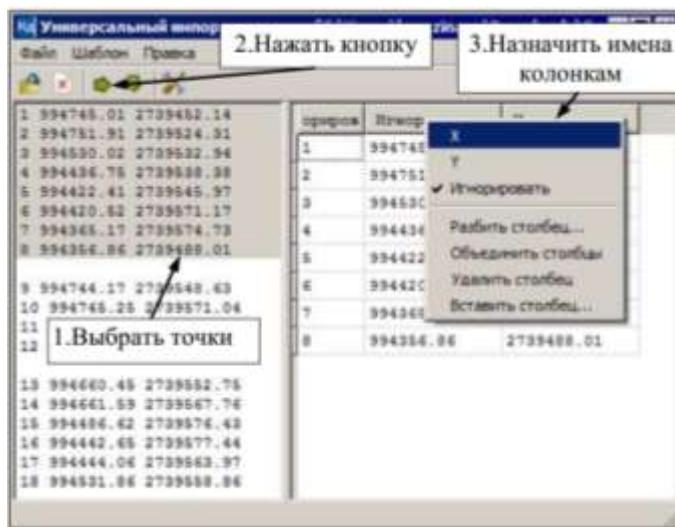

Рисунок 18– Универсальный импорт точек
С помощью кнопки **на панели инструментов отправьте выбранные данные в правую панель (рис. 18).**
- Затем каждой колонке правой панели присвойте имя в зависимости от данных, которые в ней содержатся. Для этого щелкните правой клавишей мыши на заголовке столбца и из контекстного меню выберите соответствующий пункт (рис. 18).